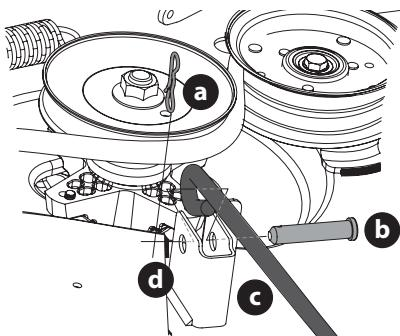

Figura 41
- b. Extraiga el tercer pasador con unión curva (a) del pasador de horquilla (b) que sujetá la varilla de control de la plataforma delantera (c) al soporte delantero de elevación de la plataforma (d). Extraiga los pasadores de horquilla (b) (Figura 41 en la página 65).